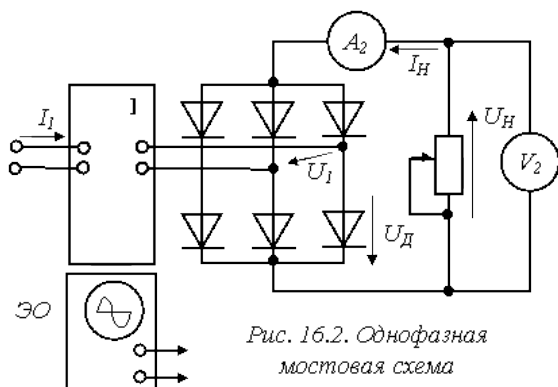

Рис. 16.2. Однофазная мостовая схема
5. Собрать схему (рис. 16.2) (комплект К-50 включить по однофазной схеме измерения). Приборы  $A2$  и  $V2$ , должны быть магнитоэлектрической системы. В качестве нагрузки используется реостат с сопротивлением 100 Ом.